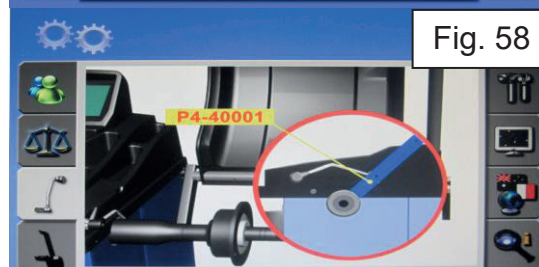

Fig. 58
- Coloque o medidor de calibração fornecido na superfície PERFIL DO PERFIL do eixo e, em seguida, coloque a ponta do medidor no orifício inferior do medidor (posição “0”) (ref. Fig. 58).